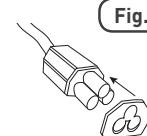

Fig.1
- ⚠ QUANDO SI USA LA STUFETTA IN UN'AREA IN CUI PUÒ VENIRE A CONTATTO CON L'ACQUA E ONDE GARANTIRE LA CONFORMITÀ CON LA PROTEZIONE IP44, CONTROLLARE SEMPRE CHE LA GUARNIZIONE IN GOMMA NERA DEL CAVO SIA IN POSIZIONE SUL CONNETTORE FINALE PRIMA DI INSERIRE QUEST'ULTIMO NELLA STUFETTA ULTRASOTTILE [Fig. 1]**